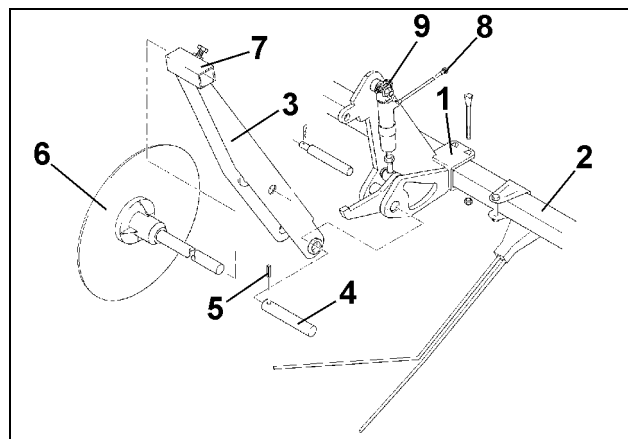

Fig. 114
- to bærearmer (Fig. 114/1) monteres på eksaktdækstriglen
- Holderne til sporskiverne (Fig. 114/3) fæstnes med bolte (Fig. 114/4) og sikres med stifte (Fig. 114/5)
- Sporskiverne (Fig. 114/6) stikkes ned i holderne (Fig. 114/3) og klemmes fast med stålbolte (Fig. 114/7)
- Hydraulikslangerne (Fig. 114/8) tilsluttes begge hydraulikcylindre (Fig. 114/9) og sammen med hydraulikcylinderen til køresporsskiftet tilsluttes de til fordelerhovedet på den elektro-hydrauliske ventil